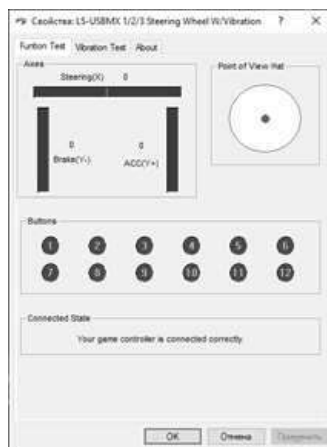
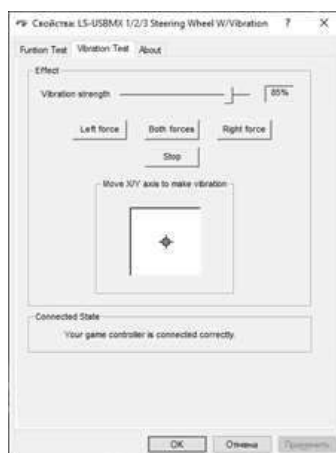

Рис. 6
Рис. 7
• Нажмите на кнопку «Свойства» на дисплее ПК появится окно «Свойства: LS-USBMX 1/2/3 Steering Wheel W/Vibration» (см. Рис. 6). Здесь можно проверить работу осей и клавиш, проверить и настроить виброотдачу «Vibration Test» (см. Рис. 7).